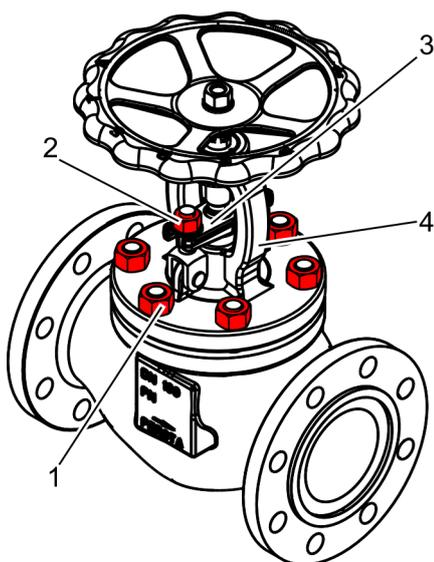

Fig. 35: Enroscar las tuercas
34. ▶ Enrosque las tuercas (Fig. 35/1) en los espárragos roscados del cuerpo de la válvula sin apretarlas del todo.
Apriete en cruz las tuercas (Fig. 35/1) del bonete (Fig. 35/4) siguiendo las indicaciones del fabricante.
Apriete las tuercas (Fig. 35/2) del prensaestopas (Fig. 35/3) siguiendo las indicaciones del fabricante.